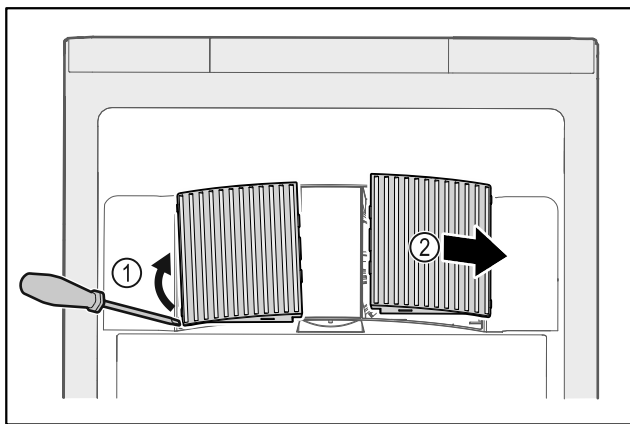

Fig. 34
- Lirk ut ventilatordekslene fra siden Fig. 34 (1), og ta dem ut forover Fig. 34 (2).